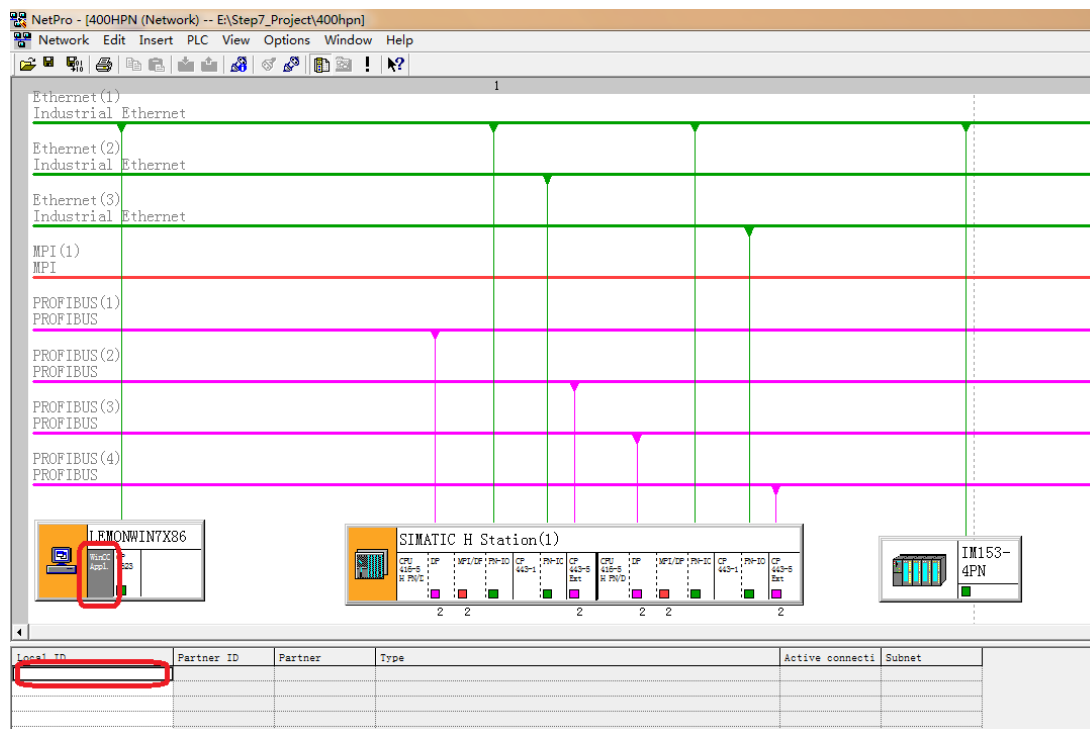

图 6
(A) 打开 NetPro, 确认 ES 站中的 CP1623 和 S7-400 处于同一网络中, 选择 ES 站中的 WinCC Application, 双击下面表单的空白处, 如图 6 所示。